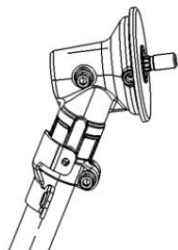
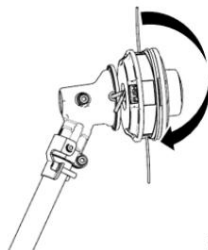

Fig.4
Fig.5
2. Drej drivakslen, indtil du kan se et hul inde i siden af gearkassen (fig. 4), sæt unbrakonøglen nr. 1 i det indre hul, og drej skærehovedet mod uret på drivakslen, indtil det er stramt nok. (fig. 5)